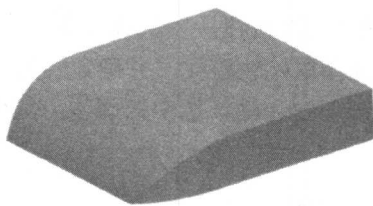

图 1-13
- ⑨ 单击操控板中的 ☒ 按钮，完成可变剖面扫描特征的建立，结果如图 1-13 所示。